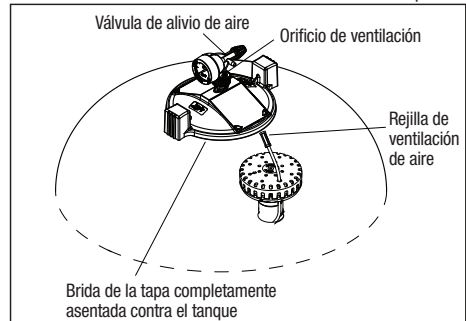

Figura 12. Instalación de la tapa del filtro
3. Verifique que la tapa del tanque esté correctamente colocada y ajustada (consulte la Figura 12) y asegúrese de que el manómetro y el conjunto de la válvula de alivio estén bien colocados en la tapa.